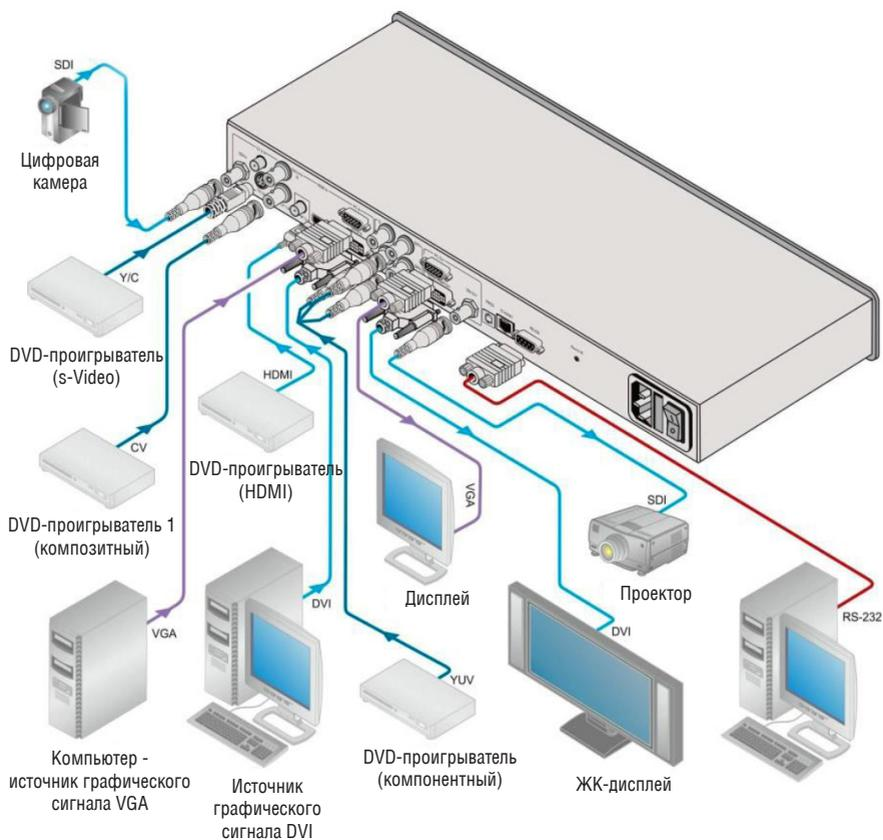

Рис. 3. Подключение синхронизируемого презентационного коммутатора / масштабатора VP-790
Чтобы подсоединить **VP-790** в соответствии с примером, показанным на рис. 3, действуйте в следующем порядке:
8. Подсоедините источник композитного видеосигнала (например, видеопроигрыватель с композитным выходом) к разъему CV 2 IN типа RCA (не показан на рис. 3).
9. Подсоедините источник сигнала внешней синхронизации к разъему GENLOCK IN типа BNC (не показан на рис. 3).
13. При необходимости подсоедините разъем выходного аудиосигнала S/PDIF OUT к приемнику цифрового аудиосигнала (не показан на рис. 3).
14. Подсоедините сетевой шнур (не показан на рис. 3).